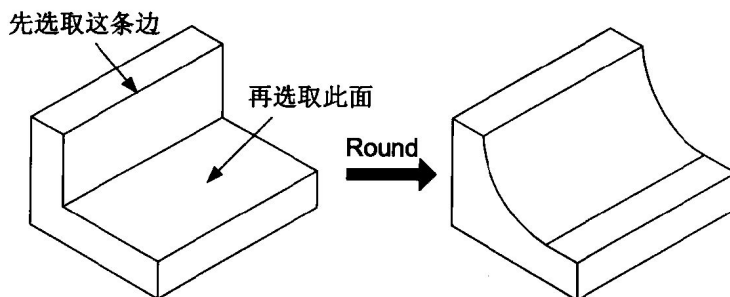

图 1.9
- Edge-Surf: 圆角通过所选取的边, 且与所选取的面相切。例如, 图 1.9 就是以 Edge-Surf 的方式选取一条边及一个面做圆角。